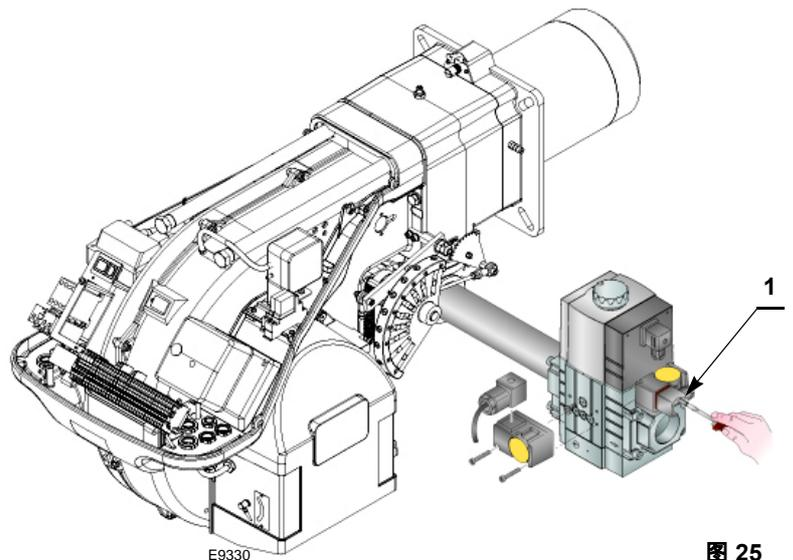

图 25
- ▶ 将压力表连接到最小燃气压力开关的压力测试点 1) (图 25)，以检查燃气供应压力，此压力必须低于燃气阀组所允许的最大压力，详见燃气阀组铭牌。
- ▶ 排尽燃气管路中的空气，连接一根塑料管到最小燃气压力开关的压力测试点 1) (图 25) 处。将排气管接到室外，以便闻到燃气的味道。